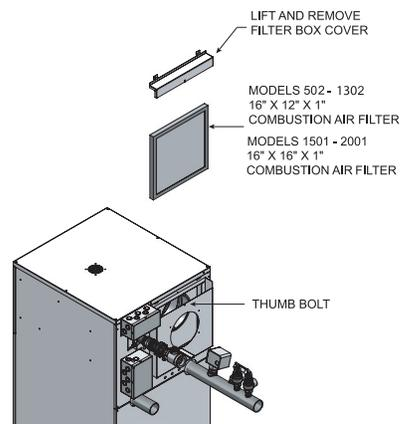

Figure 1-7_Accès aux filtres
Cette unité possède deux (2) filtres à air standards placés à l'entrée de l'air de combustion, comme illustré plus haut dans la figure 1-7. Ces filtres à air sont prévus pour contribuer à l'utilisation d'un air propre dans le processus de combustion. Vérifier les filtres chaque mois et les remplacer au besoin. La taille de filtre pour les modèles 502 - 1302 est 16 x 12 x 1 po (40,6 x 30,5 x 2,5 cm) et pour les modèles 1501 - 2001, elle est de 16 x 16 x 1 po (40,6 x 40,6 x 2,5 cm). Ces filtres se trouvent dans le commerce dans tous les centres d'équipement ménager ou magasins de climatisation.